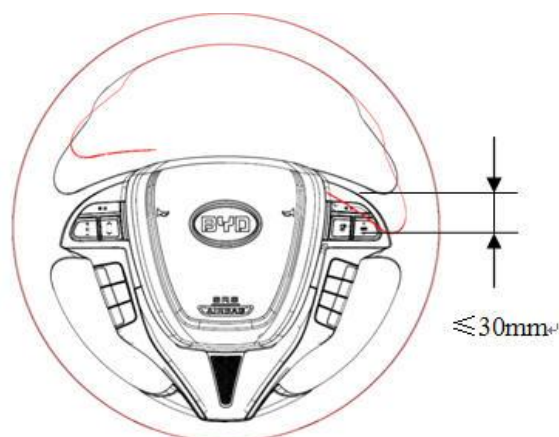

图3-5 转向盘自由行程示意图
- 2) 向左或向右轻轻转动转向盘,检查转向盘的自由行程。如图3-5所示,转向盘最大自由行程